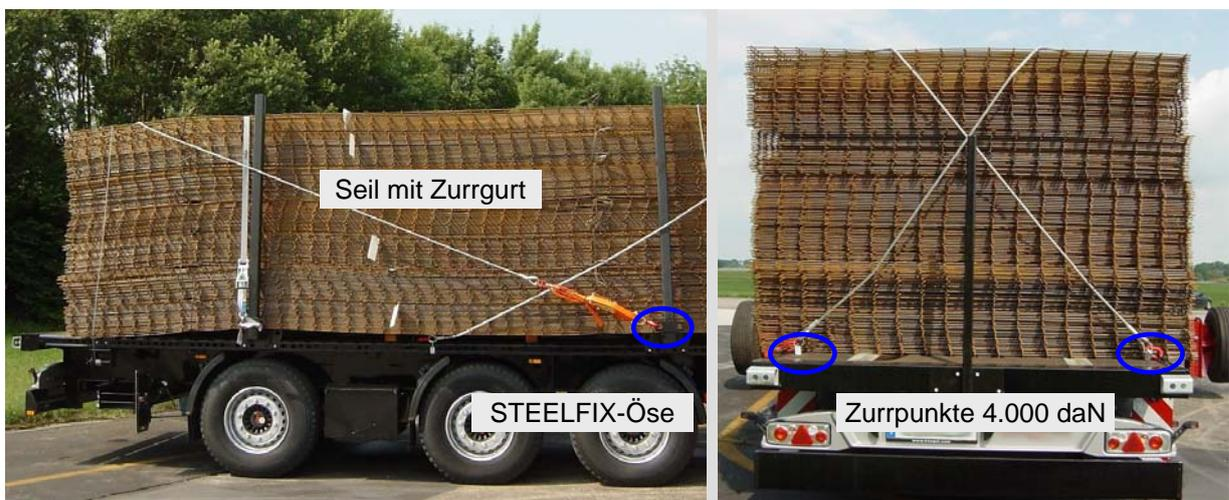

Bild 6: Diagonalzurren über Eck
- Die Seilenden sind entweder in eine STEELFIX-Öse oder in einen Zurrpunkt mit einer Tragfähigkeit von mindestens 4.000 daN einzuhängen (Bild 6).
- Die Seile werden mit der Ratsche eines Zurrgurtes gespannt, der in die Seile fest eingebunden ist (Bild 6).